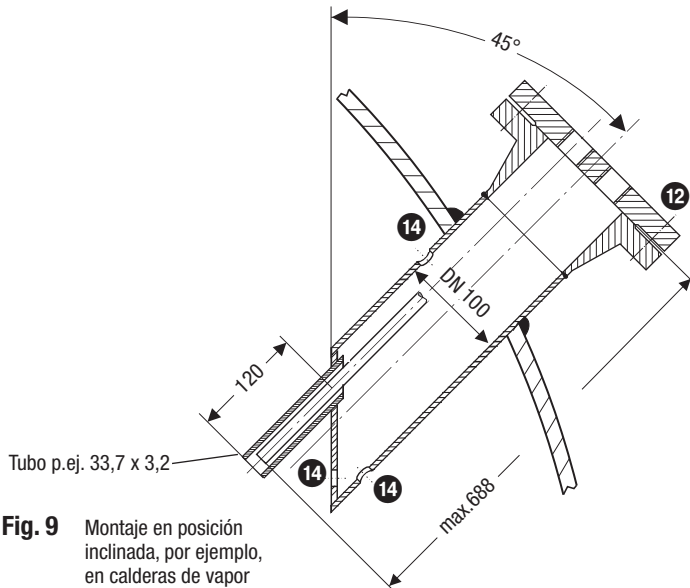

Fig. 9 Montaje en posición inclinada, por ejemplo, en calderas de vapor
- El ángulo de inclinación máxima del electrodo debe ser de 45°, la longitud de la varilla del electrodo está limitada a 688 mm. **Fig. 9**